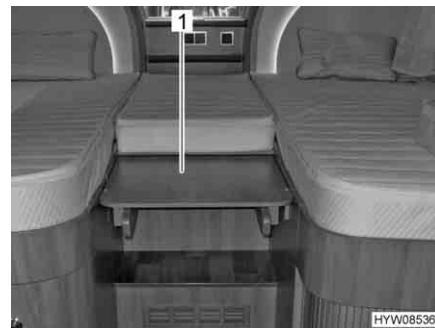

Fig. 83 Estrazione dell'ampliamento
- Afferrare ed estrarre l'ampliamento (Fig. 83,1). Insieme all'ampliamento viene estratta anche la scaletta.